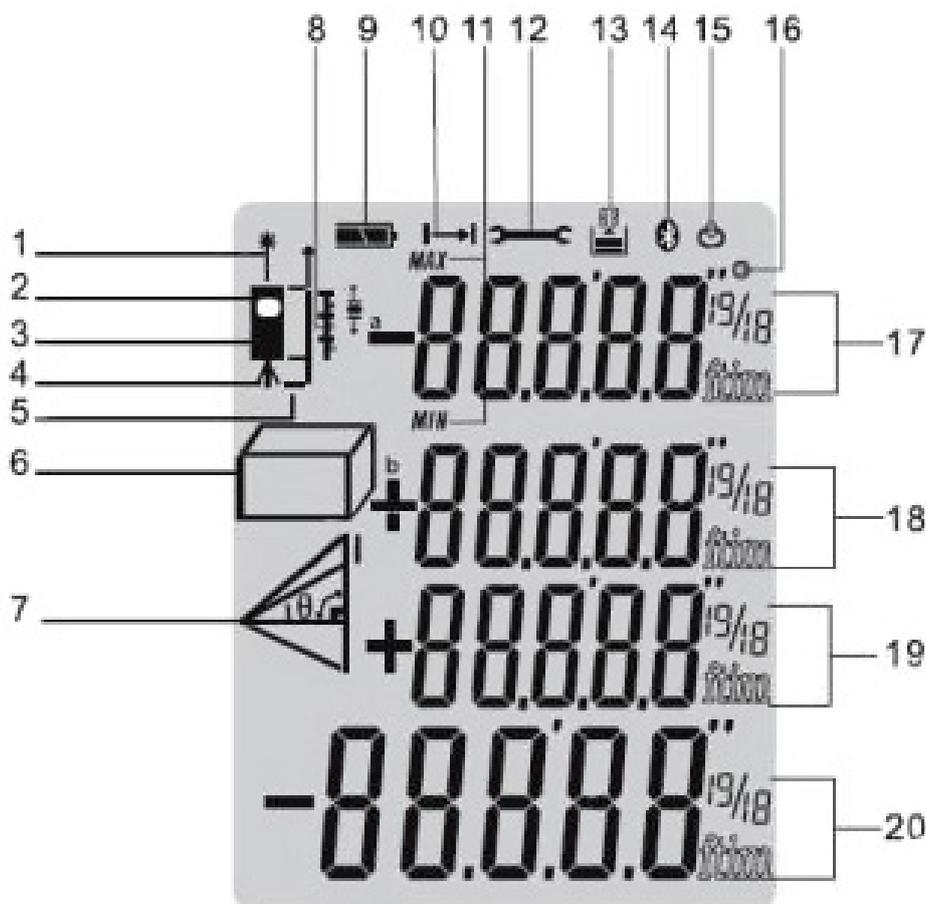
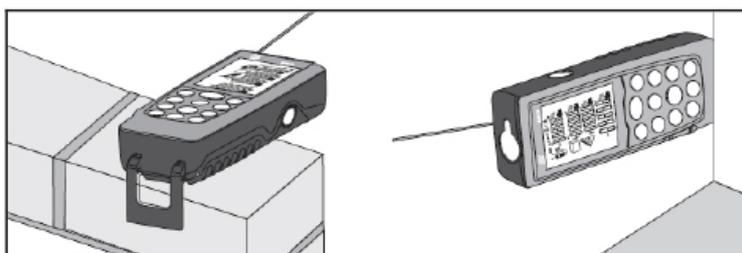
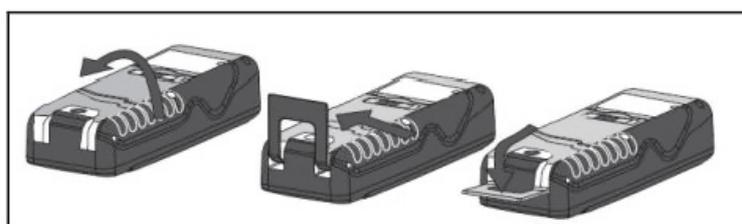

Fig. 2: Descrição dos símbolos no display
Fig. 3: Medição da distância em lados e ângulos
Fig. 4: Abertura do suporte de abrir para a medição de ângulos
- **Tripé** → (ver Fig. 2 - Pos. 4) Manter premido o botão  durante 2 segundos. A medição é realizada pelo orifício de inserção do tripé.
- **Instrumento + suporte de abrir** → O instrumento está equipado com um suporte de abrir para apoiar comodamente a unidade em superfícies planas (ver Fig. 3). Com o suporte na posição 90°, movê-lo delicadamente para a direita e abrí-lo completamente (ver Fig. 4). Nesta posição, apoiando o instrumento num ângulo ou degrau, ele é configurado automaticamente com o nível mostrado na Fig. 2 – Pos. 5). Movê-lo delicadamente para a direita e rodar o suporte para voltar a fechá-lo no instrumento